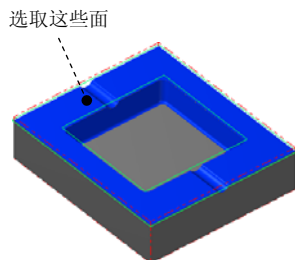

图 11.24 选取加工面
(1) 在图形区中选取图 11.24 所示的面 (共 40 个), 按 Enter 键, 系统弹出“刀具路径的曲面选取”对话框。